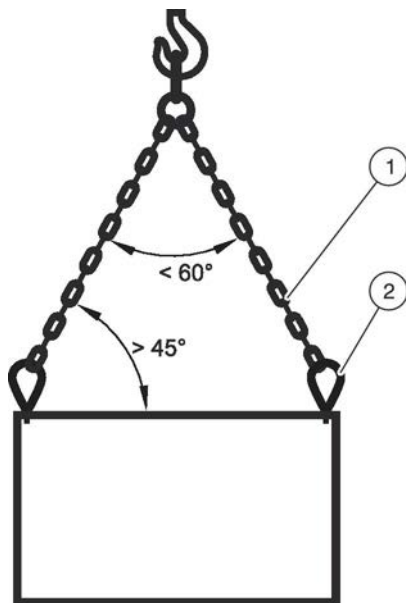

Fig. 7: Manutention avec une grue, des brides et des oeillets de levage (sans palonnier).
2. ▶ Visser à fond toutes les brides ou oeillets de levage (Voir la Fig. 7/2) dans les trous taraudés.
3. ▶ Fixer les cordes ou chaînes (Voir la Fig. 7/1) aux brides ou aux oeillets de levage.